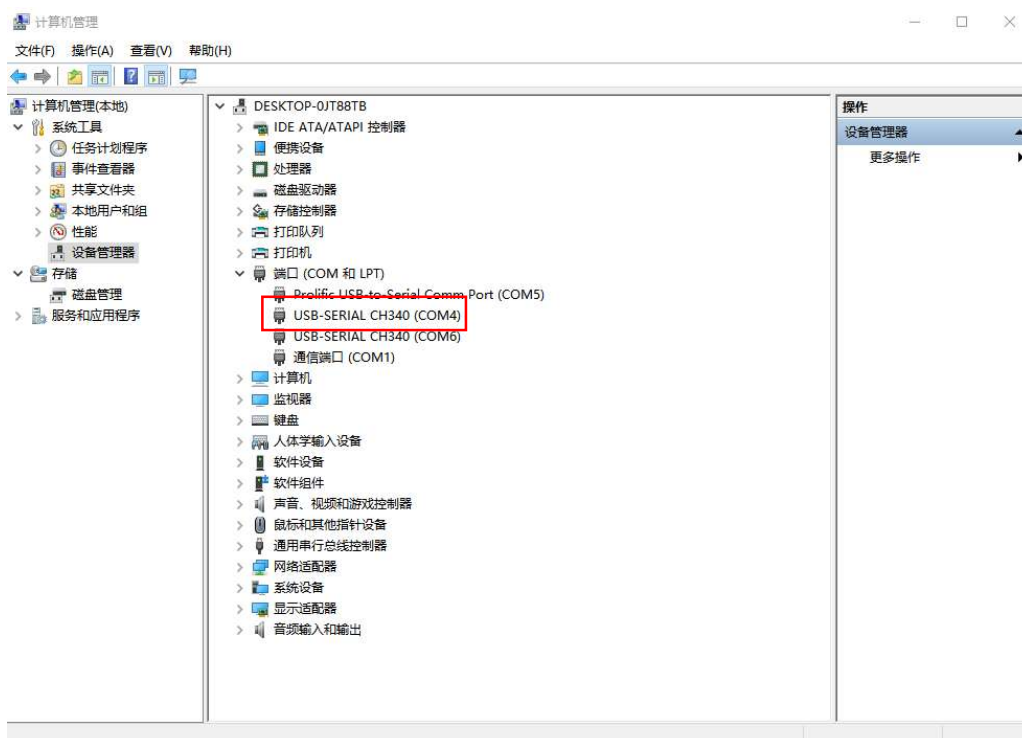

图 1.3
2、右键“此电脑”点管理，然后点开“设备管理器”再点开端口查看串口号，如图 1.3